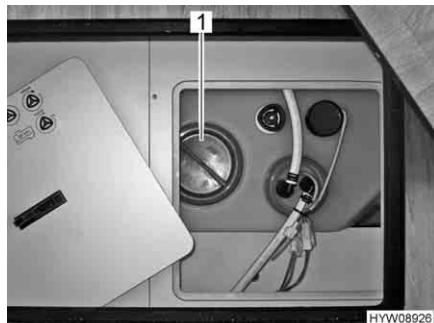

Fig. 187 Apertura per la pulizia (serbatoio dell'acqua)
- Staccare il coperchio (Fig. 187,1) del serbatoio dell'acqua.